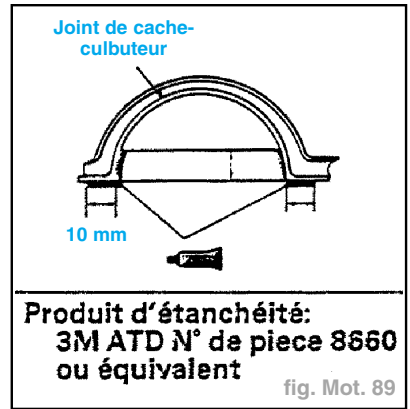

fig. Mot. 89
- Appliquer du produit d'étanchéité sur les cache-culbuteurs (fig. Mot. 89).